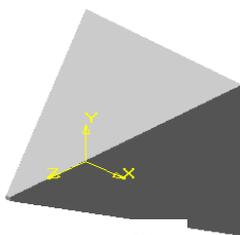
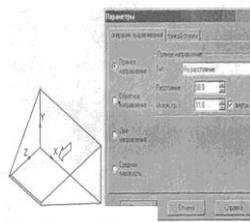

Рис. 82
Рис.83
11. Нажмите кнопку Создать в диалоговом окне Параметры. Получили правильную пирамиду без невидимых линий (см. рис.82), ее окрашенный вариант на рис.83.
**Полутоновое** . Вы получите трехмерную правильную пирамиду (см. рис.83).